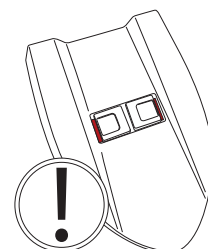

Fig.20
- Appuyer sur le couvercle jusqu'à ce que les deux ergots coulissants se clipsent sur le réservoir de récupération, les deux ergots devront se déplacer vers l'extérieur du couvercle (Fig. 20).
Le couvercle est installé correctement quand le fond de couleur ROUGE présent dans le logement des deux ergots N'EST PAS visible (Fig. 20).